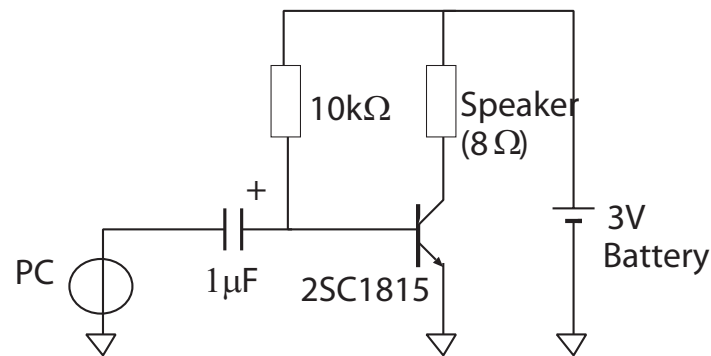

図 11.2: 増幅回路の例
2. ノート P C のミニジャックから音を出力し、出力としてスピーカ (8Ω) を使うと音を増幅することができる。図 11.2 の回路を組んで音を増幅して波形を観察してみよう²⁹